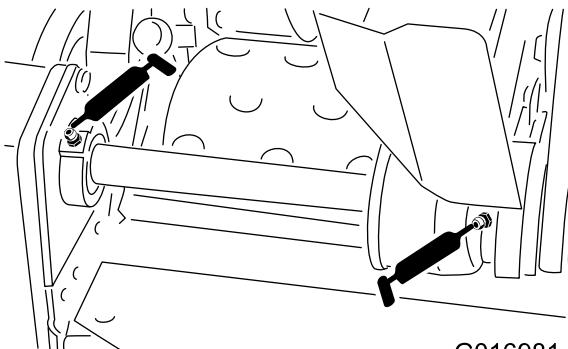

Рисунок 23
- 2 на подшипниках противовеса барабана Рисунок 23)